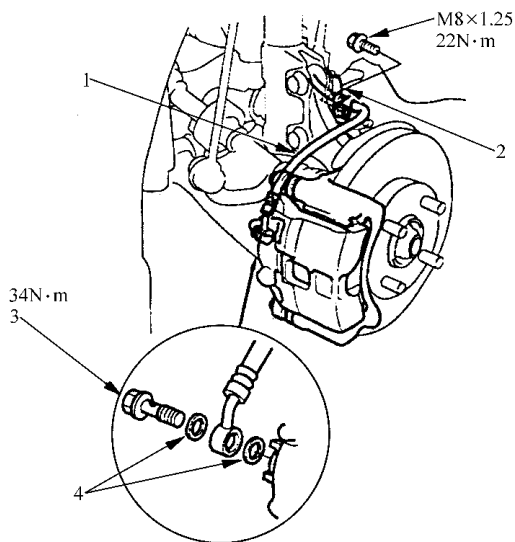

图 8-57 安装制动软管
8) 如图 8-57 所示，首先使用 H8 的凸缘螺栓将新的制动软管安装在减振器托架上。使用连接螺栓和新的密封垫圈，将制动软管与制动钳连接起来。